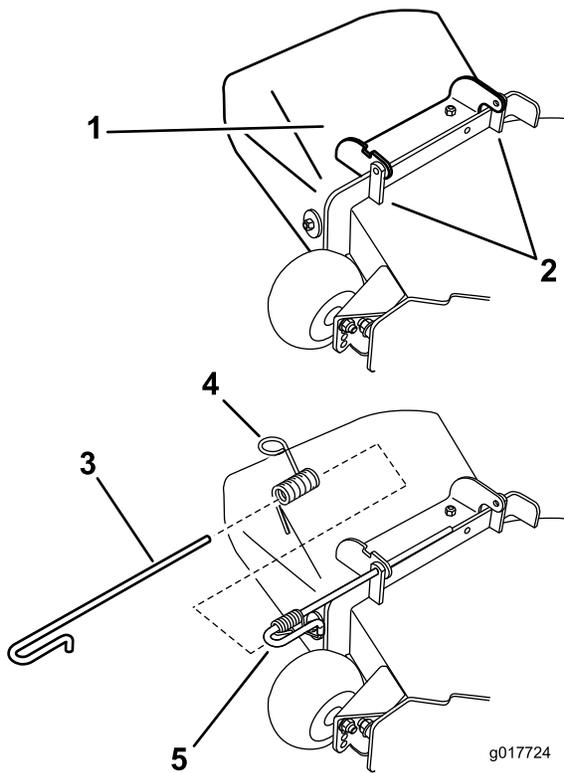

Figure 71
1. Désengagez le ressort du cran dans le support de déflecteur et sortez la tige des supports soudés du tablier, du ressort et du déflecteur d'éjection (Figure 71).
3. Positionnez le nouveau déflecteur d'éjection en plaçant les extrémités du support entre les supports soudés du tablier, comme illustré à la Figure 71.